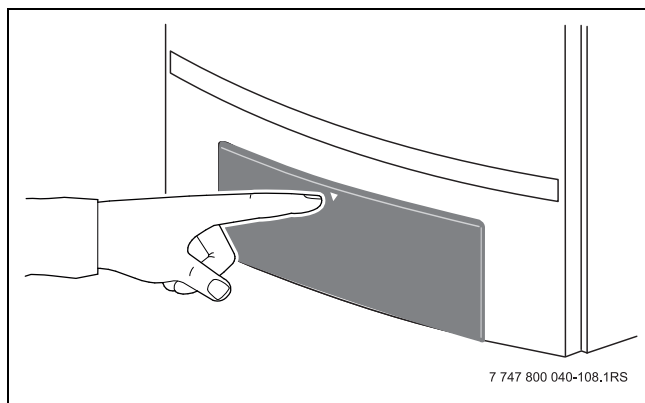

Fig. 2 Aprire lo sportellino
► Aprire lo sportello con una breve pressione, per accedere al pannello di comando del dispositivo di controllo di base (→ fig. 2).